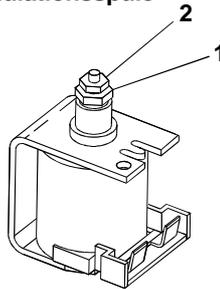

Bild 2
(siehe hierzu Bild 2 und 3)
- den minimalen Düsendruck nach Tabelle einstellen; dies geschieht mit einem 9mm-Gabelschlüssel an der Mutter (1, Bild 2)
- den maximalen Düsendruck nach Tabelle einstellen; dies geschieht mit einem 7 mm-Gabelschlüssel an der Mutter (2, Bild 2), dabei muß die darunter befindliche Mutter (1) in ihrer Einstellung festgehalten werden